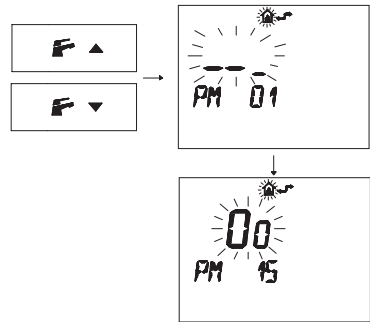

Fig. 5.54
- Premere i pulsanti **F** **▲** o **F** **▼** per visualizzare la programmazione "**PM15**" abilitazione della sonda esterna (Fig. 5.54).